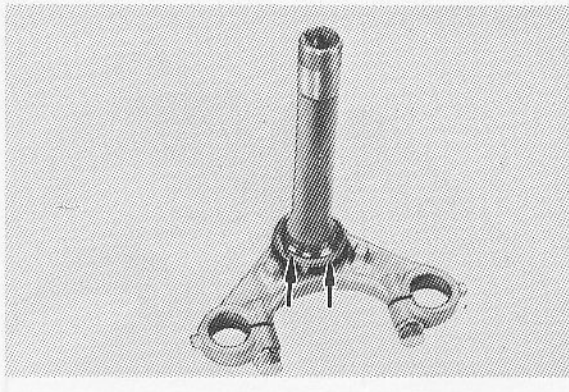

Fig. 5-7-9
- Remove the bearing race from the lower bracket by tapping around its diameter with a drift punch and hammer. (Fig. 5-7-9)
- Démonter la bague de roulement du support inférieur en tapant à la périphérie à l'aide d'un chasse-goupille et d'un maillet. (Fig. 5-7-9)